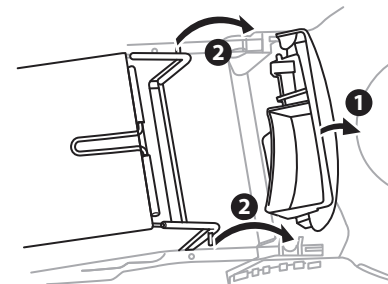

Fig. 3
2. Levante la tapa de descarga trasera (1, Fig. 3)
3. Coloque el recogedor de césped insertando los ganchos del marco en las ranuras de la parte trasera de la cortadora de césped (2, Fig.3).